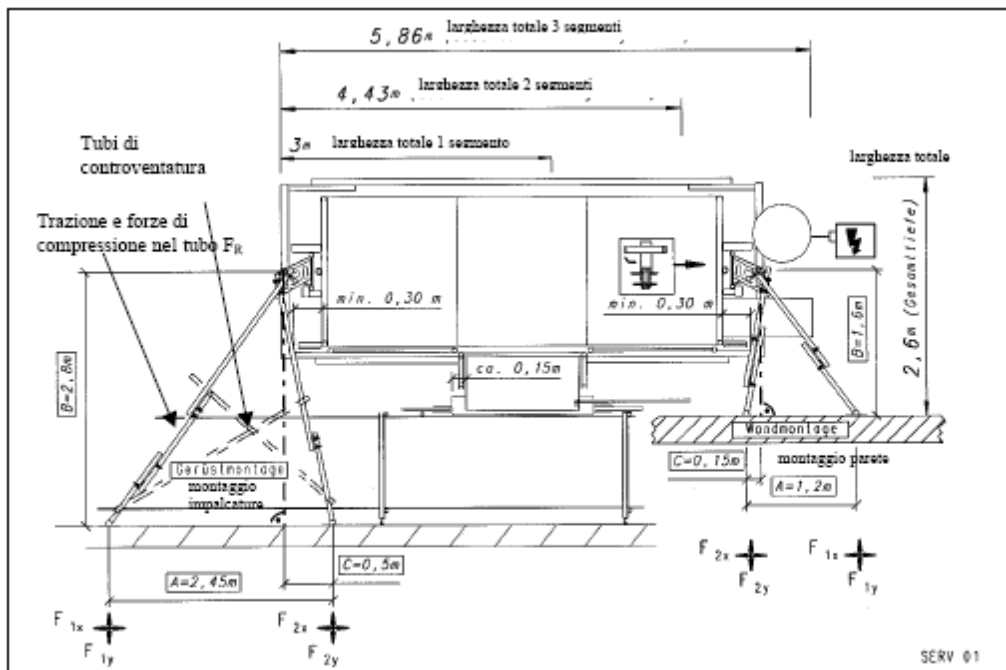

Fig. 26 Tubi di ancoraggio e spazio necessario
- (senza distanza di sicurezza e dal muro) - vedere Fig. 26
Forze di ancoraggio per l'installazione davanti ad un'impalcatura con le misure indicate nella Fig. 26